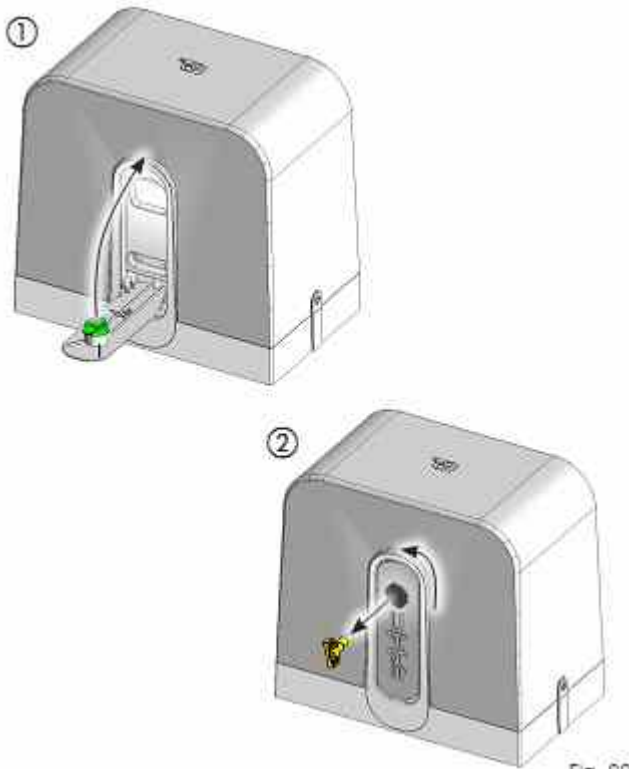

Fig. 22
1. Полностью поднимите рычаг выключателя до упора рис. 22. поз. 1.
2. Поверните выключатель против часовой стрелки, как показано на рис. 22.